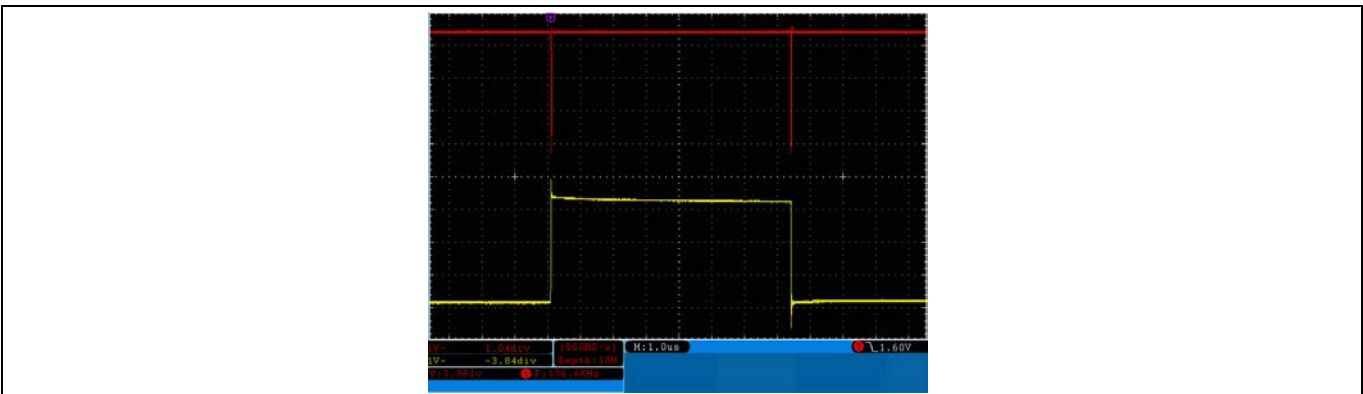

Figure 54 顶部：WEN#，底部：FD[0]
7. 右下角中的文本窗口可确认该传输，并且应该在 WEN#脉冲的下降沿上触发该示波器(Figure 54)。